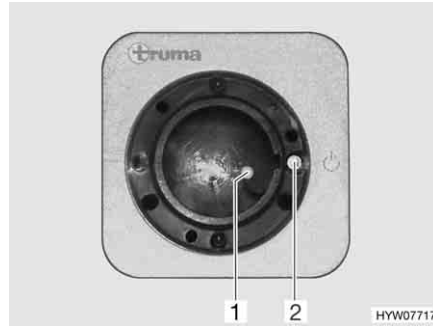
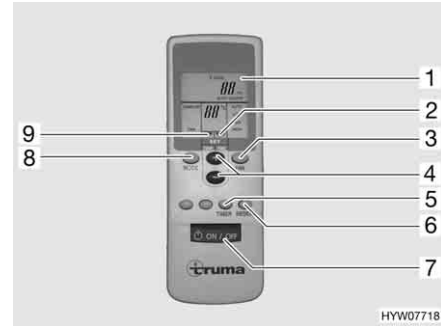

Fig. 137 Récepteur
Fig. 138 Télécommande
- Mettre en marche la télécommande à l'aide de l'interrupteur (Fig. 138,7). Le voyant de contrôle vert (Fig. 137,1) indique le mode de refroidissement.
- Régler le mode de fonctionnement souhaité à l'aide de la touche (Fig. 138,8).
- Régler si nécessaire la puissance de ventilation et la température de la pièce souhaitées à l'aide des touches (Fig. 138,3 et 4). La flèche (Fig. 138,9) indique le mode de réglage sélectionné.
- ▷ Sur le récepteur se trouve un interrupteur supplémentaire (Fig. 137,2) permettant de mettre en marche ou d'arrêter la climatisation sans télécommande. Lorsque la climatisation est mise en marche à l'aide de cet interrupteur, le mode de fonctionnement réglé sur la télécommande lors de la dernière utilisation est sélectionné automatiquement.
- Pour effectuer la programmation, allumer la climatisation à l'aide de la touche (Fig. 138,7) de la télécommande.
- Régler le mode de fonctionnement et la température de la pièce souhaités à l'aide des touches (Fig. 138,8, 3 et 4).
- Sélectionner à l'aide de la touche (Fig. 138,5) la fonction souhaitée (Fig. 138,1) :
- Sélectionner le temps de retard souhaité (de 1 à 15 heures) à l'aide des touches (Fig. 138,4). La flèche (Fig. 138,2) clignote et indique le mode de réglage.
- ▷ En appuyant sur la touche (Fig. 138,6), les réglages de la télécommande sont à nouveau envoyés au récepteur.